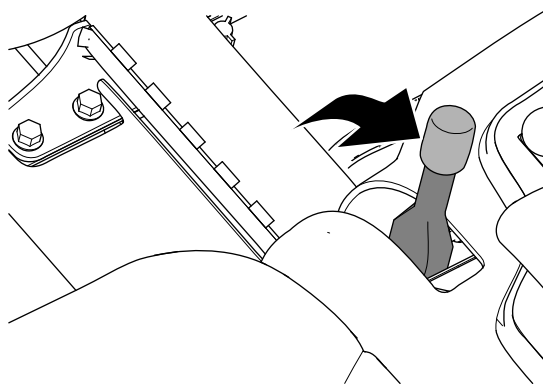

Figura 27
2. Inserite il freno di stazionamento (Figura 27).